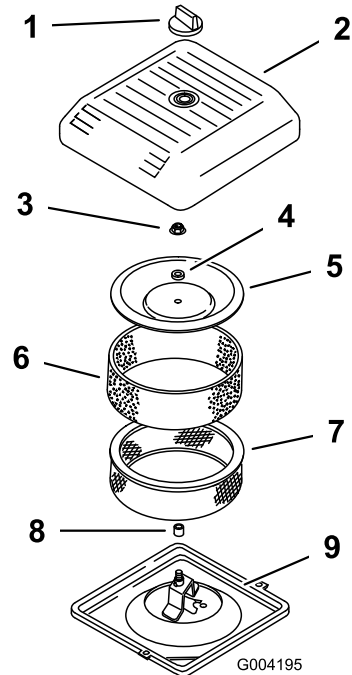

図 43
3. エアクリーナのカバーを固定しているノブを外し、カバーを取り出す(図 43)。
4. ペーパーエレメントについているスポンジエレメントを注意深く外す(図 43)。
5. カバーナットを外し、カバー、スペーサ、ペーパーエレメントを外す(図 43)。
2. エアクリーナのベースにエアクリーナアセンブリを取り付ける（図 43）。
3. カバーとスパーサを元どおりに取り付け、ナットで固定する（図 43）。ナットを 95inch-lb（1.0kg・m）にトルク締めする。
4. エアクリーナのカバーを元通りに取り付け、ノブで固定する（図 43）。